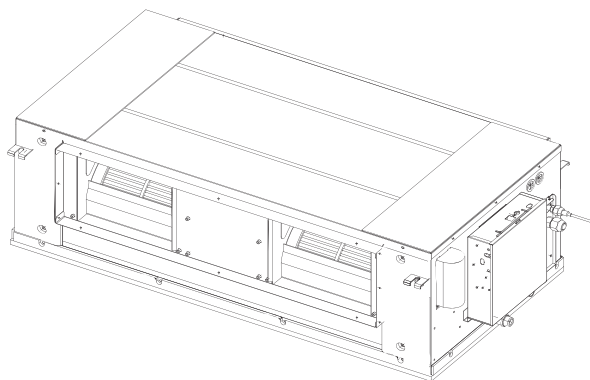

Рис. 10
1. Устройство в сборе показано на рис. 10.